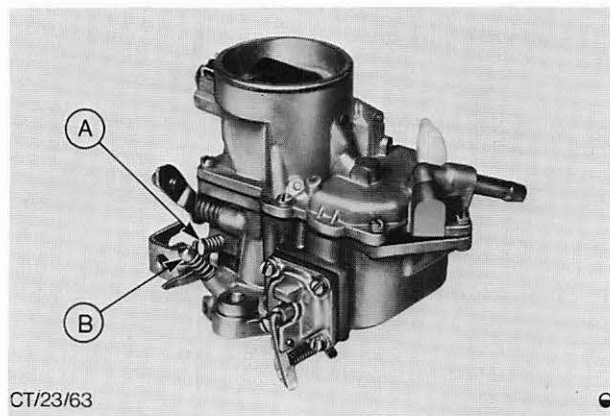

Abb. 5 Vergasertyp A – MOTORCRAFT-Einfach-Vergaser mit Choke-Zug und Leerlauf-Umgemischsystem
2. Leerlaufdrehzahl und Gemischregulierung einstellen. Abb. 5.